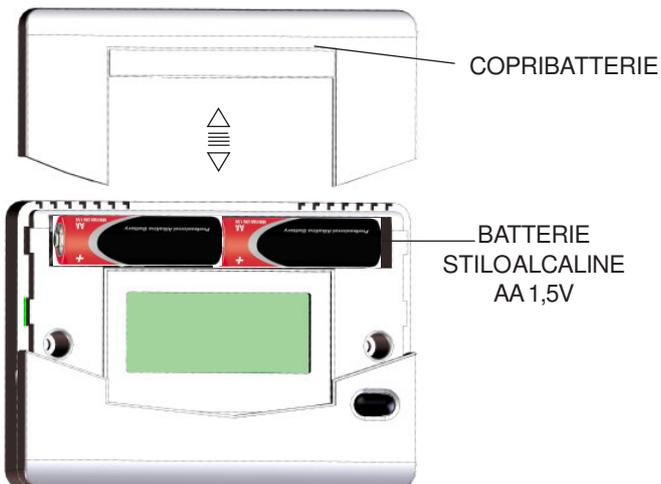

Fig.4
Easy Radio va alimentato con due comuni batterie AA (stilo) Alcaline da 1,5V che ne garantiscono il funzionamento per almeno 2 anni (Fig.4).
- 5 - Alimentare il cronotermostato **Easy Radio** con le due batterie stilo alcaline AA da 1,5V. (Fig.4).